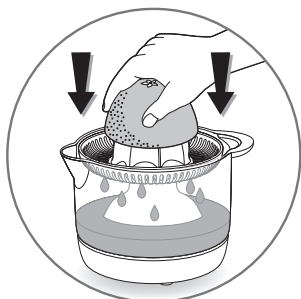

fig.2
- Placez la moitié de l'agrumes sur le cône plastique (**C**) et appuyez doucement pour la mise en marche de l'appareil (**fig. 2**). Le jus s'écoulera directement dans la verseuse (**B**).
- Place the halved fruit onto the plastic cone (**C**) and press it down gently to start the appliance (**fig. 2**). The juice will flow directly into the jug (**B**). Remove the fruit from the cone when all the juice has been extracted.
- Plaats een halve vrucht op de kunststof perskegel (C) en druk er zacht op om het apparaat in te schakelen (fig. 2). Het sap stroomt direct in de kom (B). Haal het fruit van de perskegel als al het sap eruit is geperst.
- Setzen Sie eine Hälfte der Zitrusfrucht auf den Presskegel (C) und drücken Sie vorsichtig, damit das Gerät in Gang gesetzt wird (Abb. 2). Der Saft fließt direkt in den Behälter (B). Entfernen Sie die Frucht vom Presskegel, nachdem der ganze Saft ausgepresst wurde.